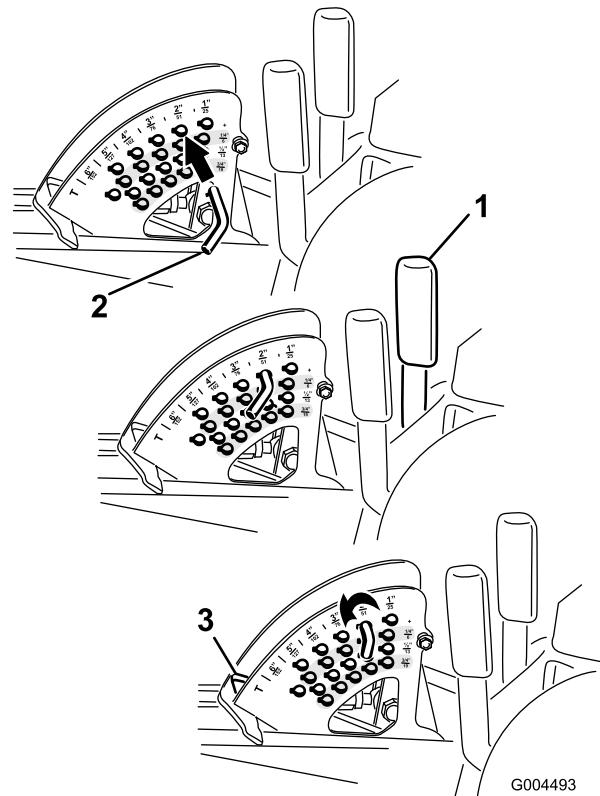

Figura 21
Nota: Para bloquear a plataforma do cortador numa posição elevada, levante a plataforma passando a posição de 15 cm, retire o pino de bloqueio da altura de corte (consulte Ajustar a Altura de Corte), e coloque o pino na posição da altura de corte de 15 cm (Figura 21).
1. Com o motor a trabalhar empurre para trás a alavanca de elevação da plataforma até que a plataforma de corte esteja completamente levantada e **solté imediatamente a alavanca** (Figura 21).
2. Para ajustar, rode o pino de bloqueio até que o pino do mesmo fique alinhado com as ranhuras nos orifícios no suporte da altura de corte e remova-o (Figura 21).
3. Seleccione um orifício, no suporte da altura de corte, que corresponda a altura de corte desejada, insira o pino e rode-o para o bloquear no lugar (Figura 21).
Nota: Existem duas filas de posições de orifícios (Figura 21). A fila de cima dá-lhe a altura de corte listada por cima do pino. A segunda fila dá-lhe a altura de corte listada mais 6 mm. A terceira fila dá-lhe a altura de corte listada mais 12 mm. A fila de baixo dá-lhe a altura de corte listada mais 18 mm. Para a posição de 15,8 cm só existe um orifício, colocado na segunda fila. Isto não acrescenta 6 mm à posição de 15,8 cm.